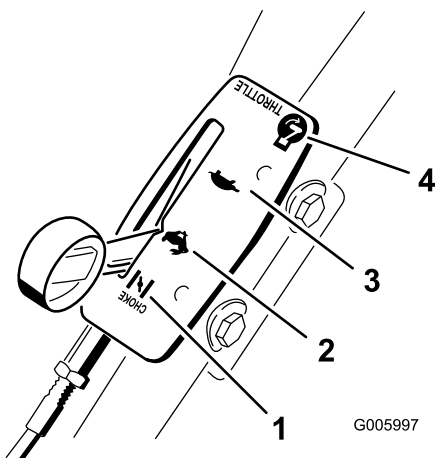

Figure 18
Les différents réglages de la manette d'accélérateur sont illustrés à la Figure 18.
3. Réglez la manette de starter/d'accélérateur en position Starter (Figure 18).
5. Réglez la manette de starter/d'accélérateur en position Rapide (Figure 18).